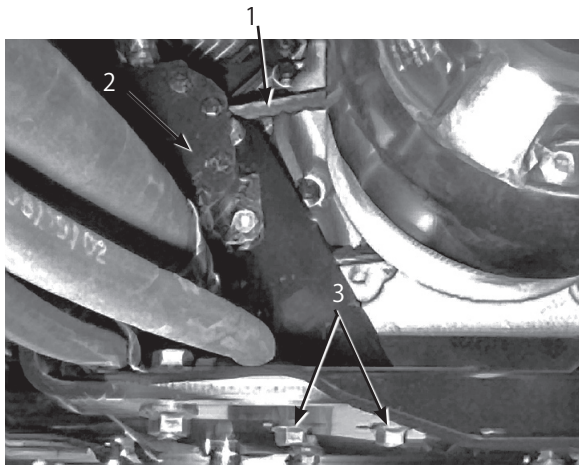

図53
2. ポンプ固定ボルト (図53) をゆるめる。
6. 図53で○で囲んで表示している部分の可動部に潤滑剤 (Toro潤滑スプレー; 代理店で購入可能) をスプレーする。